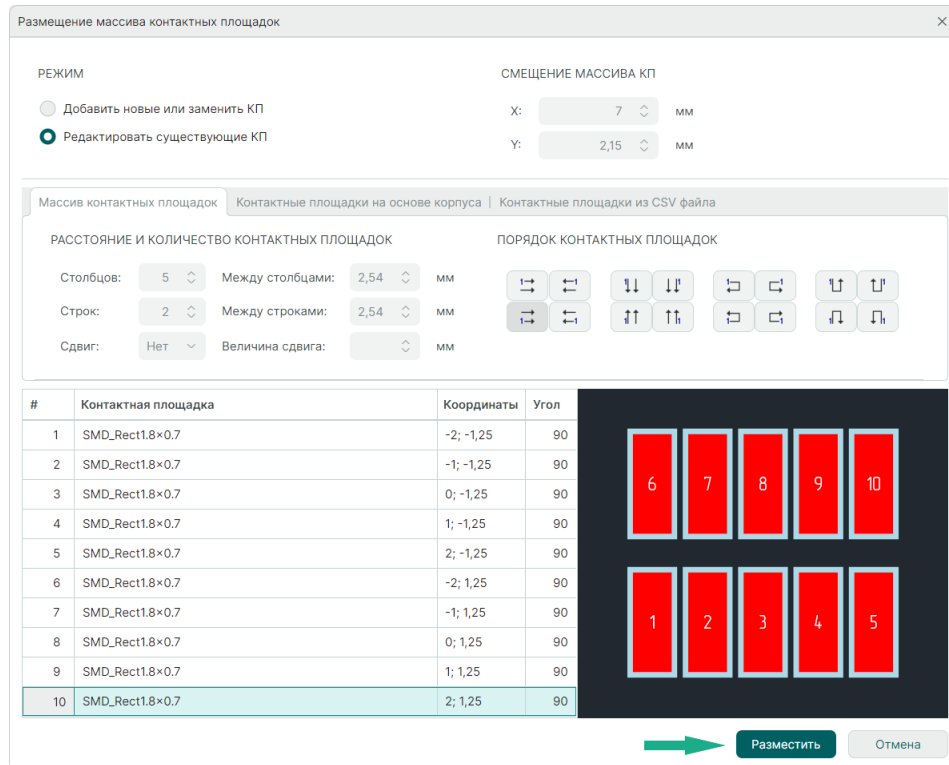

Рис. 119 Изменение координат и угла поворота контактных площадок
3. При необходимости скорректируйте координаты и угол поворота элементов массива в столбцах «Координаты» и «Угол», см. Рис. 119.